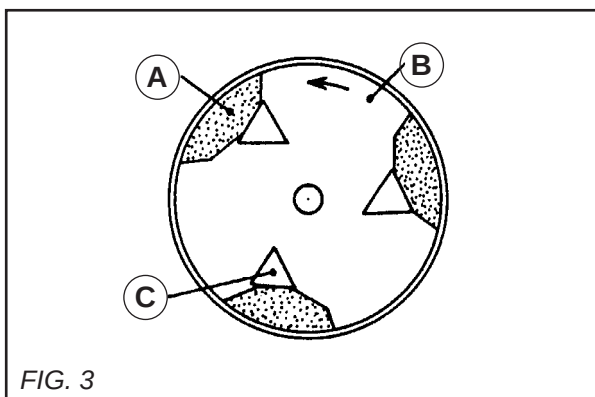

FIG. 3
- Collocare il blocco magnesiacco (A) sulla tavola (B) in modo da presentare la parte angolare del blocco fra l'elemento di bloccaggio (C) e il bordo della tavola. Incastrare il blocco effettuando una pressione e orientando il fissaggio in modo che il blocco sia mantenuto da una superficie d'appoggio per quanto possibile vasta. (Osservare la Fig. 3)